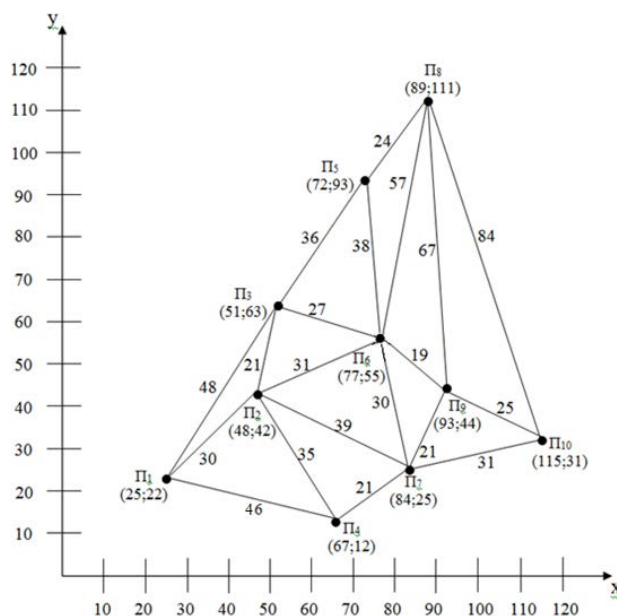

Рисунок 1 - Полигон перевозок однородной продукции.
2. По заданным исходным данным определяем месторасположение потребителей продукции и выносим эти данные на рисунок 1. Строим связную транспортную сеть, соединяя рёбрами пункты потребления между собой.